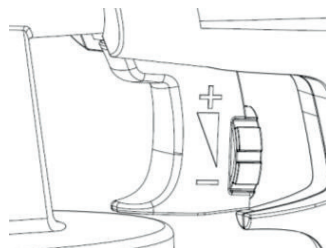

рис. 5
- Для настройки объёма, распыляемого материала вращайте регулятор, установленный на кнопки включения электроинструмент (Рис. 5).